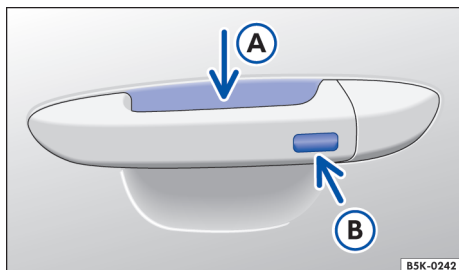

Fig. 55 Keyless Access: superfícies do sensor.
- Tocar o sensor → Fig. 55 (A) na parte interna da maçaneta da porta do condutor ou da porta do passageiro dianteiro.
- Tocar na superfície do sensor → Fig. 55 (B) na parte externa da maçaneta da porta do condutor ou da porta do passageiro dianteiro *uma vez*.
- Além disto, dentro de 5 segundos, tocar uma vez no sensor na parte externa da maçaneta da porta → Fig. 55 (B).
Para a **abertura de conforto** de todos os vidros elétricos empunhar a maçaneta da porta e manter pressionadas, ao mesmo tempo, o sensor da parte interna da maçaneta → Fig. 55 (A) e a superfície do sensor (B).
Para o **fechamento de conforto** de todos os vidros elétricos manter um dedo durante alguns segundos sobre a superfície do sensor → Fig. 55 (B) no lado externo da maçaneta da porta do condutor ou do passageiro dianteiro até que os vidros estejam fechados.
Um forte jato de água ou de vapor pode ativar as superfícies dos sensores nas maçanetas se, ao mesmo tempo, uma chave do veículo válida estiver na área de aproximação. Se no mínimo um vidro estiver aberto e a superfície do sensor → Fig. 55 (B) em uma maçaneta da porta for ativada permanentemente, todos os vidros serão fechados. Se o jato de água ou de vapor se afastar brevemente da superfície do sensor → Fig. 55 (A) de uma maçaneta da porta e voltar a ser direcionado para ela, possivelmente todos os vidros se abrirão.